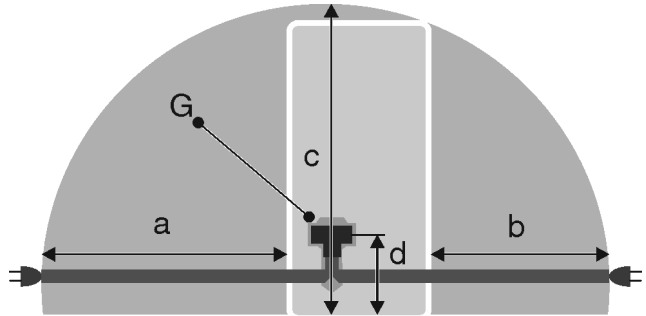

Fig. 25
- A konnektor a készülék hátoldali területén kívül helyezkedik el a megadott tartományban. Fig. 25 (a, b, c)
- ▶ Dugja be a csatlakozót Fig. 25 (G) a készülék hátoldalába. Figyeljen a megfelelő bekattanásra.